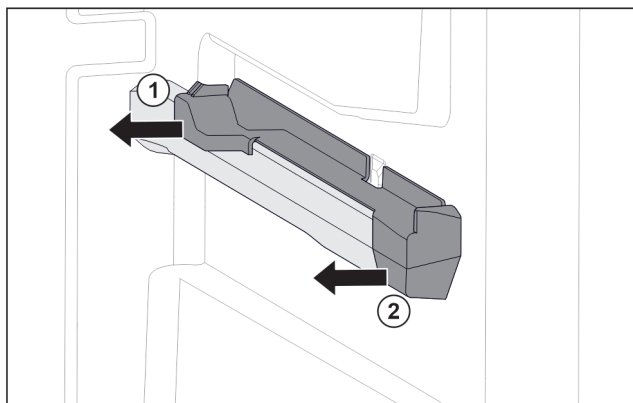

Fig. 74 Nasazovací díl na pravém žebrování na nádoby
- Stáhněte nasazovací díl vzadu na stranu. *Fig. 74 (1)*
- Stáhněte nasazovací díl vpředu na stranu. *Fig. 74 (2)*